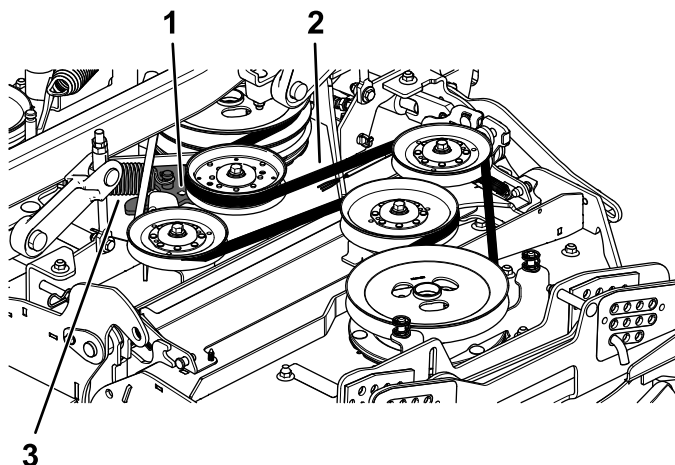

Figure 62
7. Insérez un rochet dans le trou carré du bras de la poulie de tension et faites tourner le bras vers l'arrière pour détendre le ressort de la poulie de tension (Figure 62).
8. Enlevez la courroie des poulies du tablier de coupe (Figure 62).